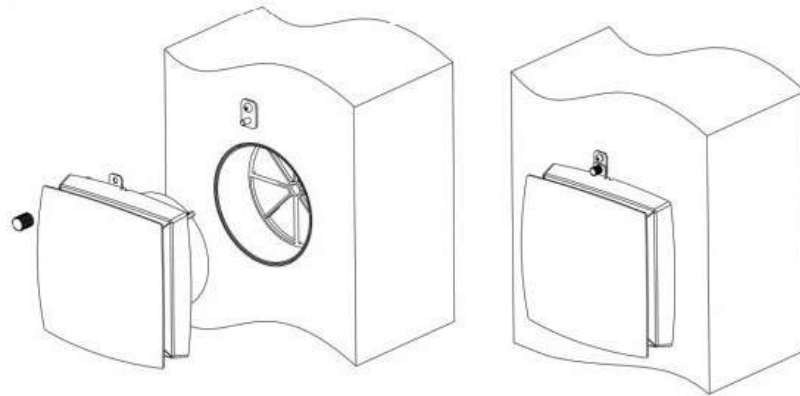

Fig.21
9) Installare il gruppo ventilatore sulla parete interna con gli appositi dadi (Fig. 21).
9) Install the fan on the surface wall. The fan is fixed with nut (Fig. 21).